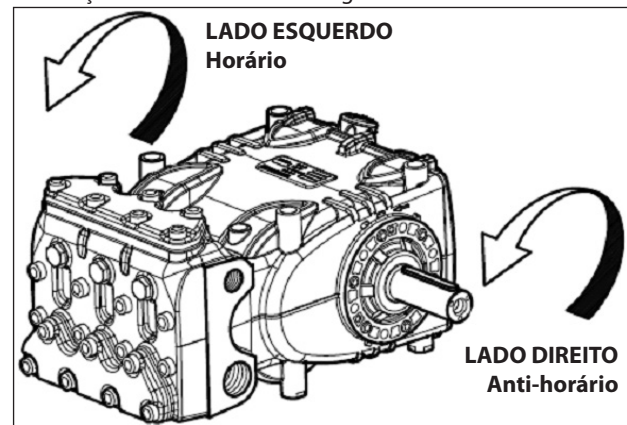

Fig. 5
Posicionando-se na frente do cabeçote da bomba, o sentido da rotação deverá ser como da Fig. 5.
N.B. A versão relacionada da Fig. 5 é direita.